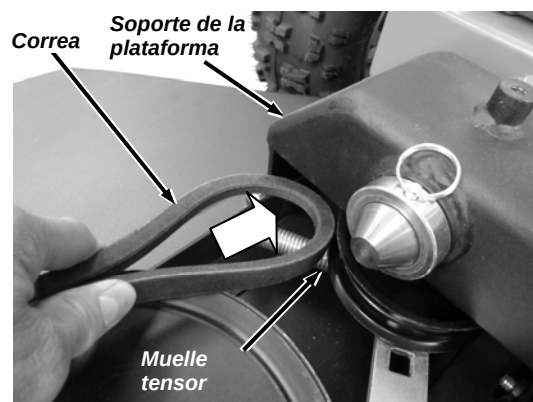

Figura 41
5. Para instalar una nueva correa, inserte la correa sobre el muelle del tensor y a través del interior del soporte de pivote de la plataforma (**Figura 41**).